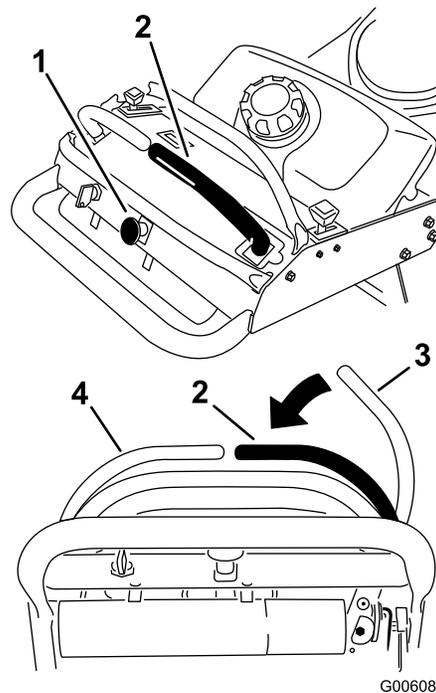

Figura 8
1. Para engranar las cuchillas del cortacésped, mueva la palanca de control de movimiento derecha a la posición central desbloqueada (Figura 8).